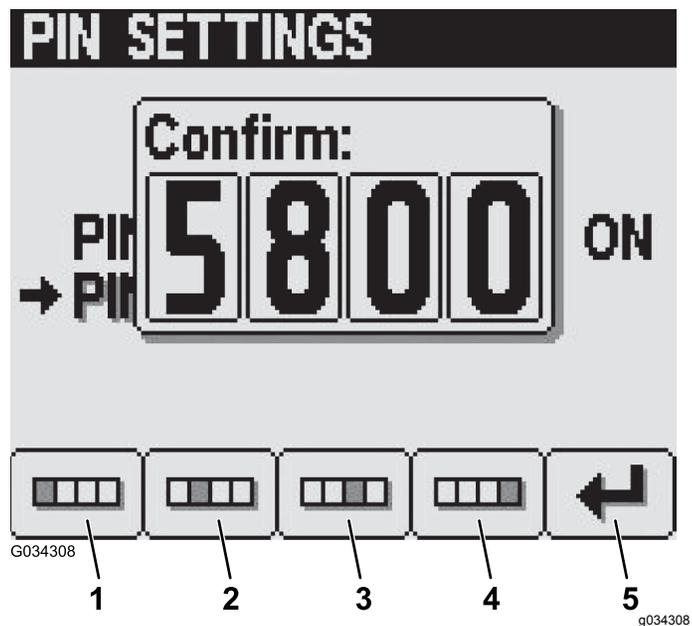

Figura 37
6. Nella schermata Conferma, inserite il vostro nuovo PIN utilizzando i pulsanti da 1 a 4 e premete il pulsante 5 per inserire il PIN nell'InfoCenter (Figura 37).